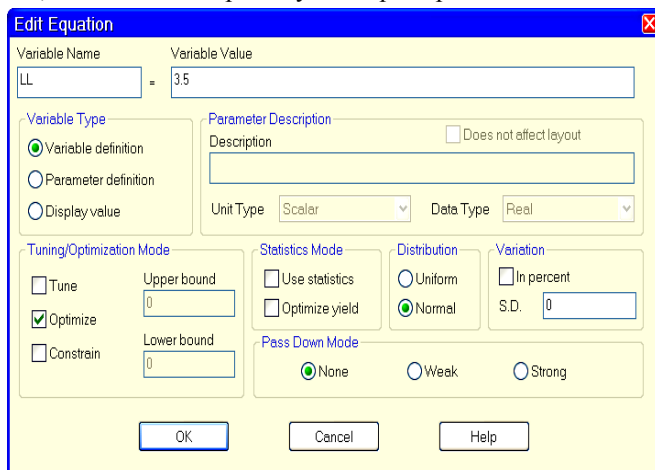

Рис. 3.28
1. Откройте окно схемы. Щёлкните правой кнопкой мышки по переменной **LL=3.5** и выберите **Properties**. Откроется окно редактирования переменной **Edit Equation** (рис. 3.28). В поле **Variable Name** отображается имя переменной, а в поле **Variable Value** отображается значение этой переменной. При желании здесь вы можете изменить имя переменной и её значение. В области **Tuning/Optimization Mode** (режим настройки/оптимизации) отметьте **Optimize**. На вариации значений длины мы не будем накладывать ограничений, поэтому не отмечайте **Constrain** (Ограничить). Нажмите **OK**.